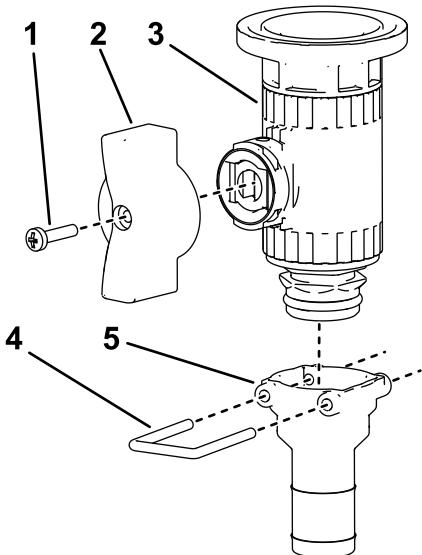

图 22
10. 使用卡环将绿色翼形手柄和直通接头组装到凸缘控制阀如图 22 所示。